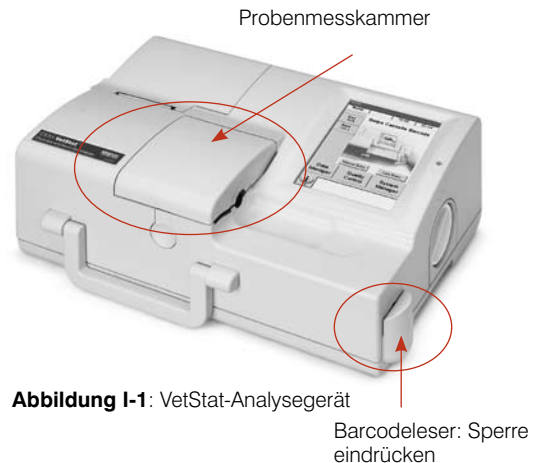

Abbildung I-1: VetStat-Analysegerät
1. Drücken Sie die Sperre an der Führung des Barcodelesers ein (Abbildung I-1).
Öffnen Sie die Abdeckung der Probenmesskammer (Abbildung I-1) und reinigen Sie die Oberfläche der Optik sowie die Unterseite der Abdeckung der Messkammer mit einem fusselfreien Tuch, das mit Isopropylalkohol angefeuchtet wurde. Ein Wattetupfer kann zum Reinigen der kleineren Teile der Probenmesskammer verwendet werden.